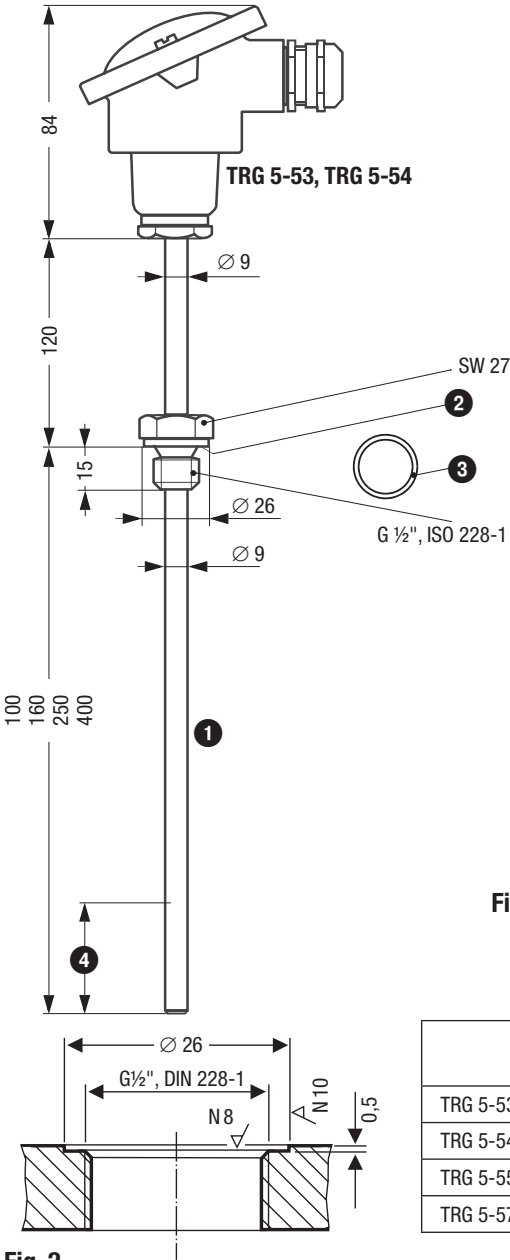

Fig. 2
1. Dichtfläche **Fig.2** überprüfen.
2. Auf die Dichtfläche **Fig.2** den mitgelieferten Dichtring **3** legen.